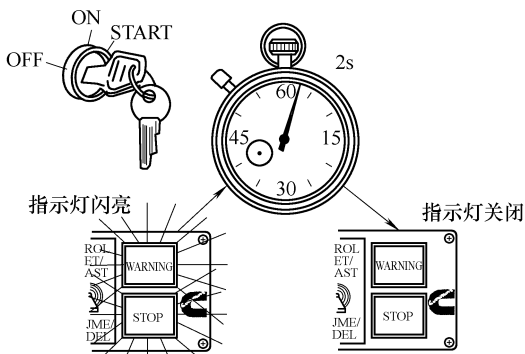

图 5-161 打开钥匙开关, 故障指示灯亮, 随后熄灭
(1) 初始检查
① 将车辆钥匙开关转到 ON 位置, 故障指示灯必须亮 $2 \sim 3\text{s}$, 然后熄灭, 如图 5-161 所示。如果故障指示灯不亮, 应检查指示灯灯泡是否烧坏。
② 断开钥匙开关, 将服务软件连接到车辆数据通信接口, 再打开钥匙开关。选择服务软件监测